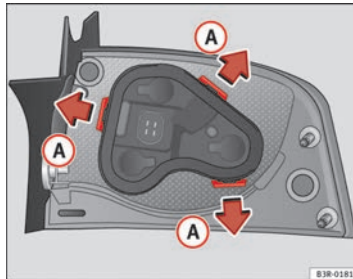

Abb. 211 Befestigungslaschen Rückseite Heckleuchte
- Entriegeln Sie die Befestigungslaschen ⇒ Abb. 211 (A).